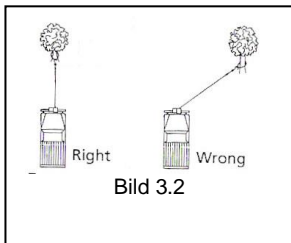

Bild 3.2
**! OBSERVERA** Använd inte vinschen i skarpa vinklar, vajern rullas då upp i ena änden av trumman, vilket skadar vajern och vinschen. Bild 3.2